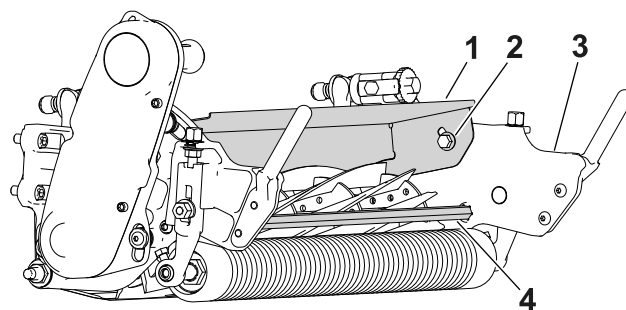

Рисунок 17
1. Ослабьте винты крепления щитка-отражателя травы (Рисунок 17) к режущему блоку.